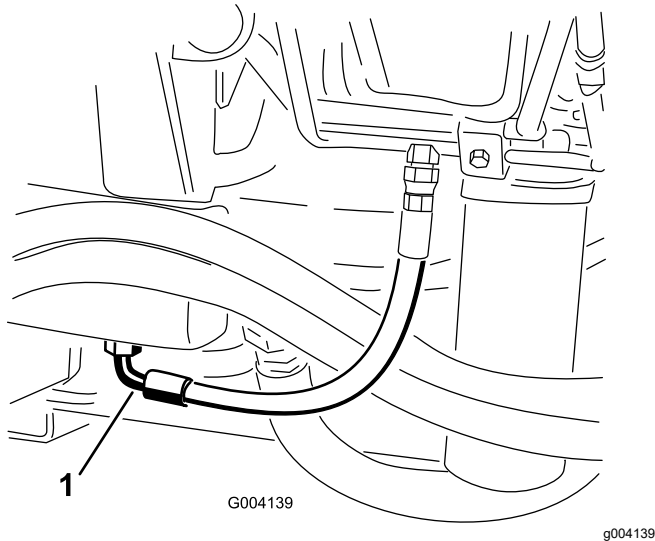

Figure 60
2. Placez un grand bac de vidange sous le raccord monté au bas du réservoir de liquide hydraulique (Figure 60).